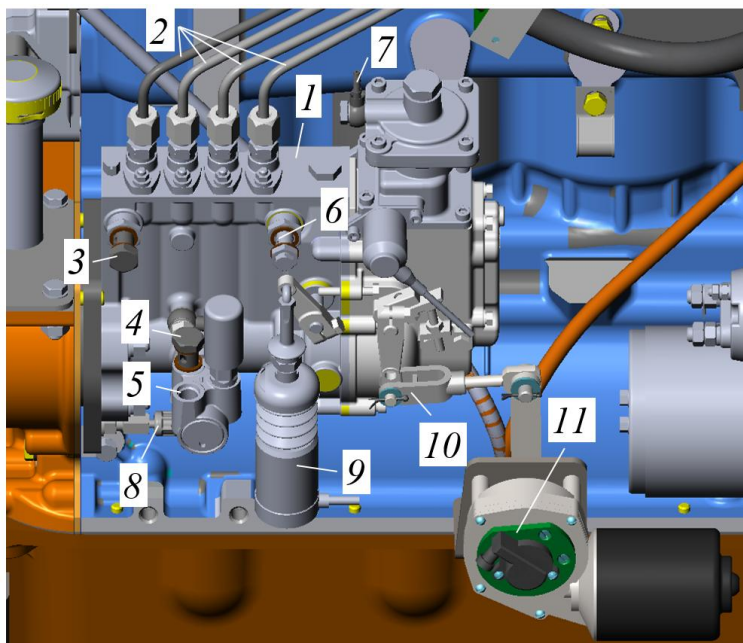

Рисунок 5.37. Топливный насос высокого давления (ТНВД)
- ▶ Отсоединить трубопроводы 3-6 подвода и отвода топлива от топливного насоса, см. рис. 5.37. Вытекающее топливо собрать в тару для топлива.
- ▶ Снять или отвести в сторону трубки высокого давления 2, рис. 5.37.
- ▶ Снять трубопровод 8 подвода смазки к ТНВД, рис. 5.37.
- ▶ Разъединить электрическое подключение электромагнита останова 9, рис. 5.37.
- ▶ Освободить привод топливной рейки, сняв тягу 10, рис. 5.37.